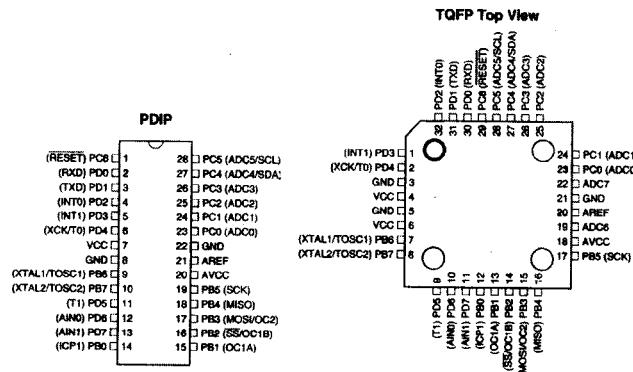

图 1-2 ATmega8 引脚配置图
本书以 ATmega8 为典型结构进行讨论，讲述 AVR 单片机采用 BASCOM-AVR 进行基本的编程、开发与应用的方法，以期达到举一反三的效果。ATmega8 是一款价格低廉的高性能 AVR 单片机，其封装外形如图 1-2 所示。
1) 23 个通用可编程 I/O 引脚，分成 B 口、C 口、D 口，既可以被编程为并行 I/O 端口，按字节输入或输出数字信息，也可以按位编程各个引脚作开关量的输入或输出。引脚的负载能力可达 40mA 电流（总电流不大于 200mA）。C 口的 6 个引脚还可以作为 ADC（模/数转换器）的模拟量输入端子；B 口、D 口的引脚也可用做其他特殊功能的输入、输出接口（图 1-2 所示引脚配置图上圆括号内的名称是该端子的第二、第三功能，可以通过编程实现所需的功能）。